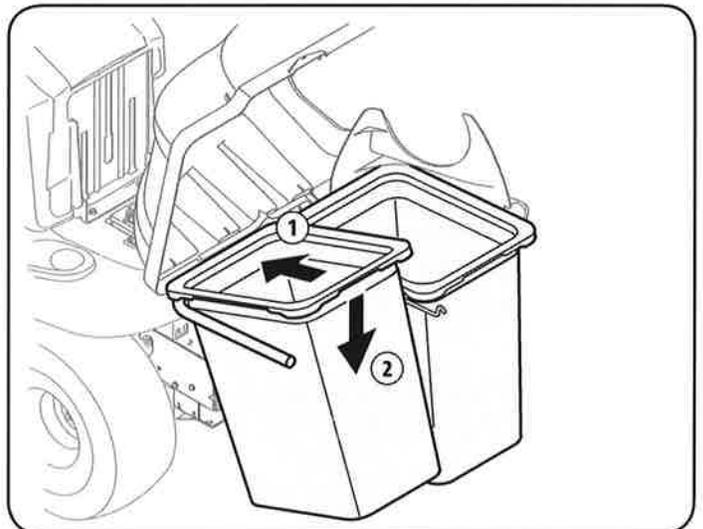

Figura 45
7. Instale ambas bolsas para pasto en el conjunto de soporte de la bolsa insertando el borde frontal en primera (1), como se ve en la Figura 45, y establecer el borde hacia abajo (2) hasta que encaje en la asamblea.